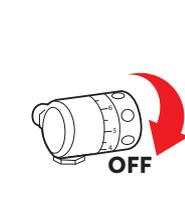

Fig. 2-14
29.38 - Ruotare la manopola di regolazione del riduttore sulla posizione OFF, vedi Fig. 2-14.